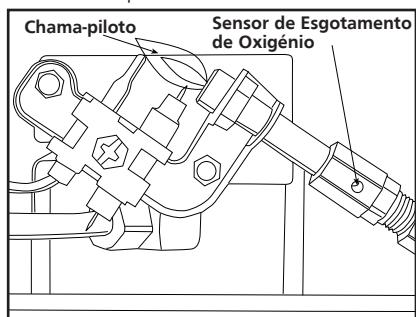

Figura 6
Inspeccione visualmente a chama piloto e o queimador periodicamente durante a utilização. A chama piloto deve ser de cor azul (não amarela) e se estenderá até o termopar. A chama irá cercar o termopar logo abaixo da ponta, ver a Figura 6.
- 3 Remova (4) os quatro parafusos que prendem a tampa traseira
- 5 Retire os (4) quatro parafusos de fixação dos queimadores e linha de combustível do conjunto do queimador. Remova o conjunto do queimador da parte traseira da caixa.
- 7 Inspeccione e limpe o orifício principal do queimador (rosado no suporte do orifício). Suporte do orifício está anexado ao tubo de Venturi do conjunto de queimador com (2) dois parafusos.
- 8 Inspeccione e limpe o piloto (montado no suporte) por meio de um vácuo ou fornecimento de pressão de ar através dos orifícios no piloto indicado pelas setas na Figura 6.
- 9 Aplique ar comprimido (máx. 30 psi) para a parte superior cerâmica do conjunto do queimador e do tubo Venturi (ref. item 16) para retirar poeira, fiapos e teias de aranha.